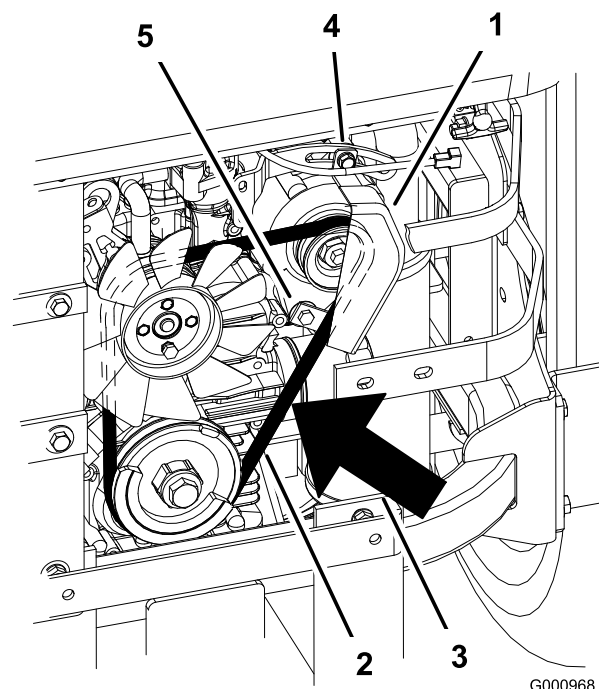

Figura 72
2. Regolate l'alternatore verso l'esterno fino ad ottenere una flessione della cinghia di 7–9 mm tra le pulegge del motore e dell'alternatore con una forza di 10 kgf (Figura 72).
5. Se la flessione è esatta, serrate i bulloni inferiore e superiore (Figura 72).